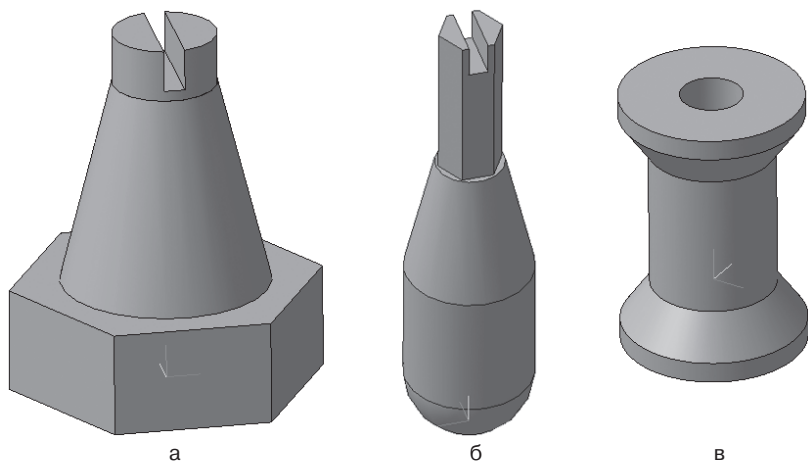

Рис. 155. Задание для самостоятельной работы
1. Создайте предмет (рис. 155, а), используя команды **Операция выдавливания**, **Приклеить выдавливанием** и **Вырезать выдавливанием**. Правильная прямая шестиугольная призма (радиус описанной окружности 30 мм, выдавить на 20 мм). Усеченный конус (радиус 20 мм, приклеить выдавливанием на 40 мм, **Уклон 1** внутрь, **Угол 1** равен 14°). Цилиндр (радиус 10 мм, приклеить выдавливанием на 10 мм, **Угол 1** равен 0°). Параллелепипед (высота больше диаметра окружности, например 30 мм, ширина 4 мм – используйте команду прямоугольник по центру и вершине; вырезать выдавливанием на 8 мм).
- Создайте предмет (рис. 155, б), используя команды **Операция вращения**, **Приклеить выдавливанием** и **Вырезать выдавливанием**. **Полушар** (дуга радиусом 20 мм – **Операция вращения**, **Сфероид**). Цилиндр (радиус 20 мм, приклеить выдавливанием на 40 мм). Усеченный конус (радиус 20 мм, приклеить выдавливанием на 40 мм, **Уклон 1** внутрь, **Угол 1** равен 13°). Правильная прямая шестиугольная призма (радиус описанной окружности 10 мм, приклеить выдавливанием на 50 мм, **Угол 1** равен 0°). Параллелепипед (высота больше диаметра описанной окружности, например 24 мм, ширина 6 мм – используйте команду прямоугольник по центру и вершине; вырезать выдавливанием на 10 мм).
- Создайте предмет (рис. 155, в), используя команды **Операция выдавливания**, **Приклеить выдавливанием** и **Вырезать выдавливанием**. Цилиндр (радиус 30 мм, выдавить на 70 мм). Усеченный конус (радиус 30 мм, приклеить выдавливанием на 20 мм, **Уклон 1** наружу, **Угол 1** равен 35°). Цилиндр (радиус 44 мм, приклеить выдавливанием на 10 мм, **Угол 1** равен 0°). Цилиндр и усеченный конус приклеить с двух сторон. Цилиндр (радиус 15 мм, вырезать через все).